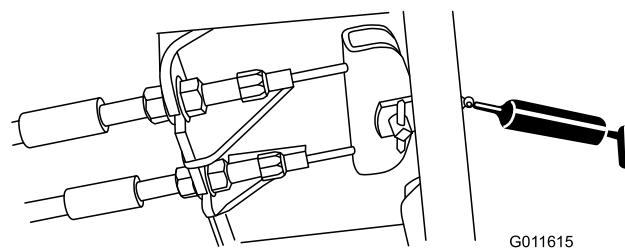

Figure 51
- Pédale de frein (1) (Figure 51)